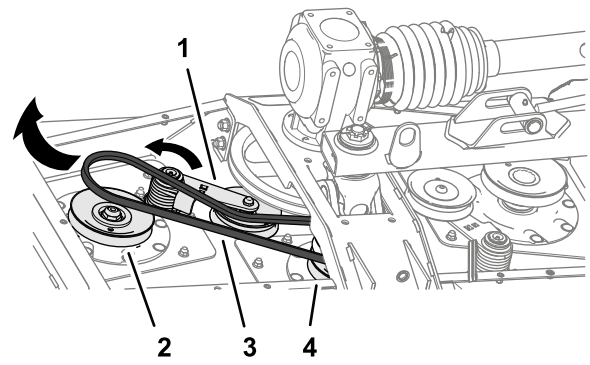

Bild 60
3. Drehen Sie den Riemenspanner für den kurzen Riemen mit einer Brechstange oder ähnlichem Werkzeug gegen den Uhrzeigersinn und ziehen Sie den Riemen von der Spannscheibe ab (**Bild 60**).